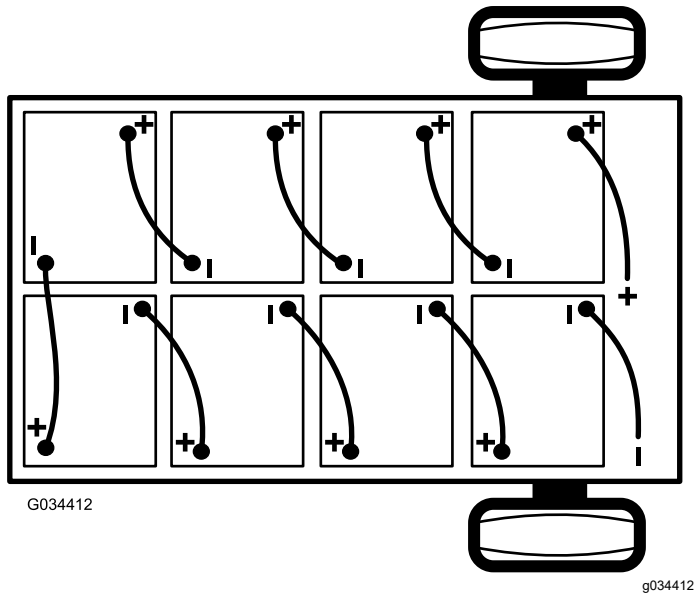

Figura 41
2. Desligue o fio negativo principal da bateria (preto) que liga o banco das baterias ao ponto de ligação à terra da máquina (Figura 41).
- Desligue o fio positivo principal da bateria (vermelho) que liga o banco das baterias ao contactor principal da máquina (Figura 41).
Nota: Obs.: Preste atenção à polaridade das baterias quando trocar de baterias (Figura 41).
- Faça a ligação das baterias como se mostra na Figura 41 com os cabos de interligação das baterias que removeu no passo 1.
- Ligue o fio positivo principal da bateria (vermelho) entre o banco das baterias e a máquina (Figura 41).
- Ligue o fio negativo principal da bateria (preto) entre o banco das baterias e a máquina (Figura 41).